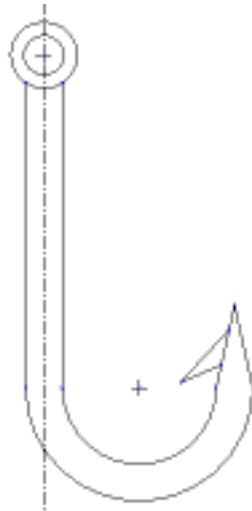

图 3-79 最终效果
(14) 单击工具栏中的“切换尺寸显示的开/关”按钮，将尺寸转换为不显示，效果如图 3-79 所示。